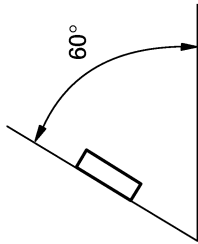

Abb. 3
- Wenn der Einbauwinkel mehr als 60° von der Horizontalen abweicht, kann es sein, daß das Gerät nicht optimal arbeitet. (Abb. 3)